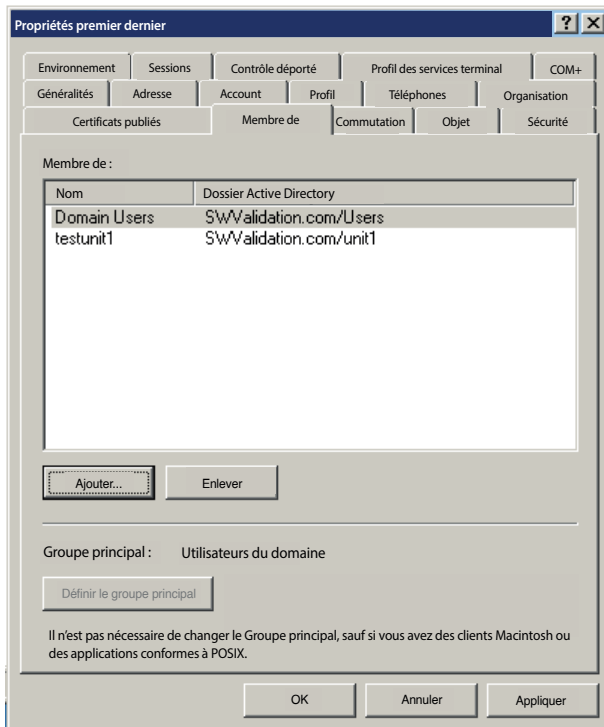

Figure 4.4.7e Écran « Membre de »
- Une fois le nouvel utilisateur créé, cliquez à droite n'importe où sur l'écran et sélectionnez Propriétés (ou double-cliquez sur l'utilisateur). Lorsque la page Propriétés s'affiche, cliquez sur l'onglet « Membre de » (figure 4.4.7e).